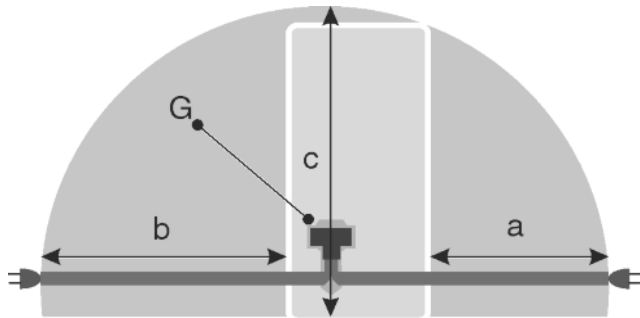

Fig. 42
- Розетка находится вне зоны задней стенки в данной зоне. Fig. 42 (a, b, c)
- ▶ Штекер устройства Fig. 42 (G) подсоединить с задней стороны устройства. Следить за правильной фиксацией.